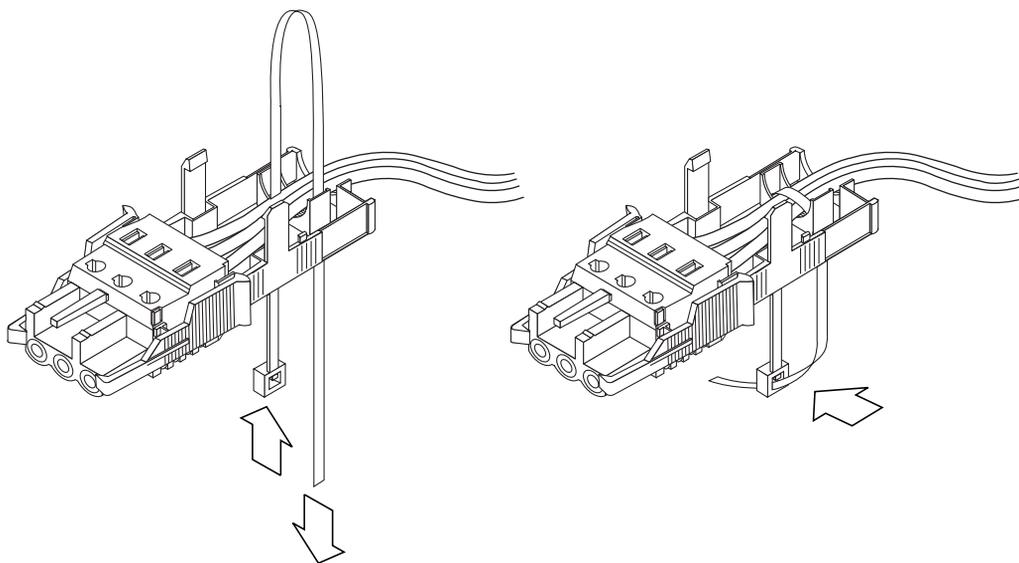

FIGURA 2-11 Bloccaggio dei fili all'alloggiamento antideformazione
3. Inserire la fascetta nella parte inferiore dell'alloggiamento antideformazione come indicato nella FIGURA 2-11.